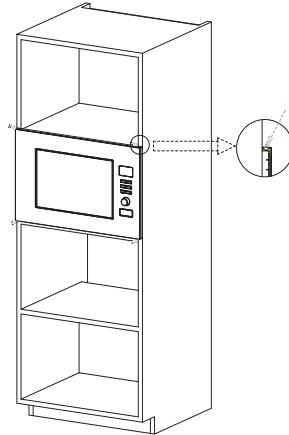

Fig. 2
- b) Utilisez les vis fournies pour fixer le four à micro-ondes dans le meuble. (Fig. 2)